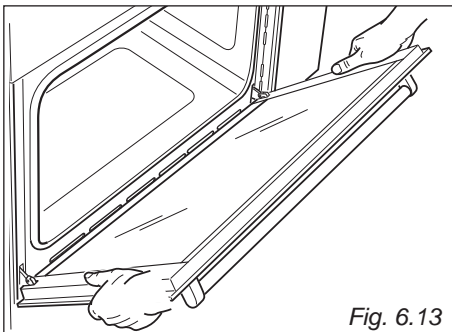

Fig. 6.13
- Ta tag i ugnsluckan som illustrerad på Fig. 6.13.